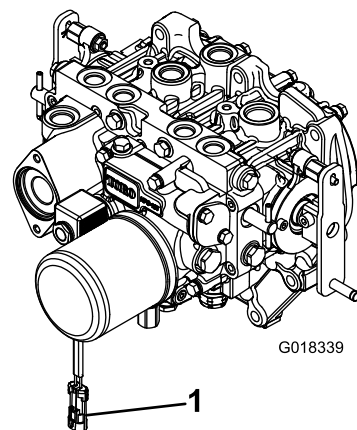

Figure 3
2. Débranchez le connecteur du faisceau de câblage du connecteur de la bobine d'électrovanne (Figure 3).
8. Après avoir accouplé l'autre extrémité de l'arbre d'entraînement à l'arbre du boîtier d'engrenages de l'accessoire, branchez le connecteur du faisceau de câblage au connecteur de la bobine d'électrovanne de PDF (Figure 3).